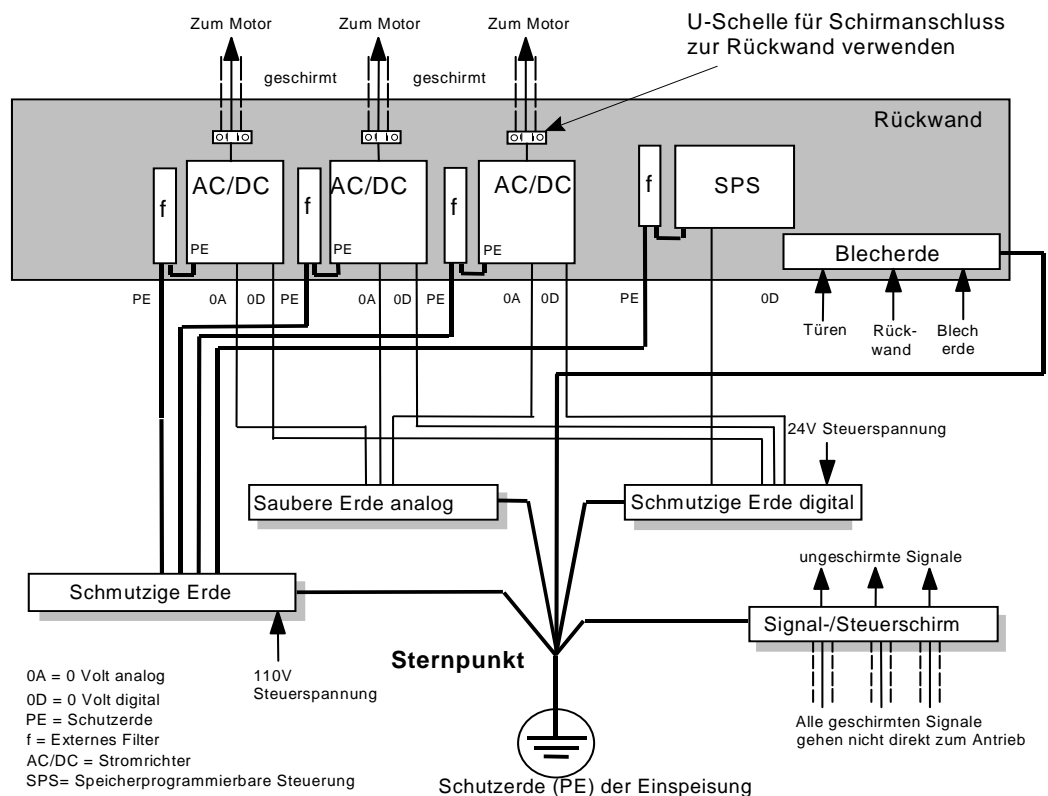

Abbildung 10-2 Sternpunktterdung
- Die Vorgehensweise für eine Sternpunktterdung ist in Abbildung 10-2 dargestellt.
- Der Schutzleiteranschluss (PE) zum Motor muss innerhalb des geschirmten, zwischen Motor und Antrieb installierten, Kabels verlaufen und mit der Schutzerde in der Kabeldurchführungsbox oder des drehzahlgeregelten Antriebs verbunden werden.